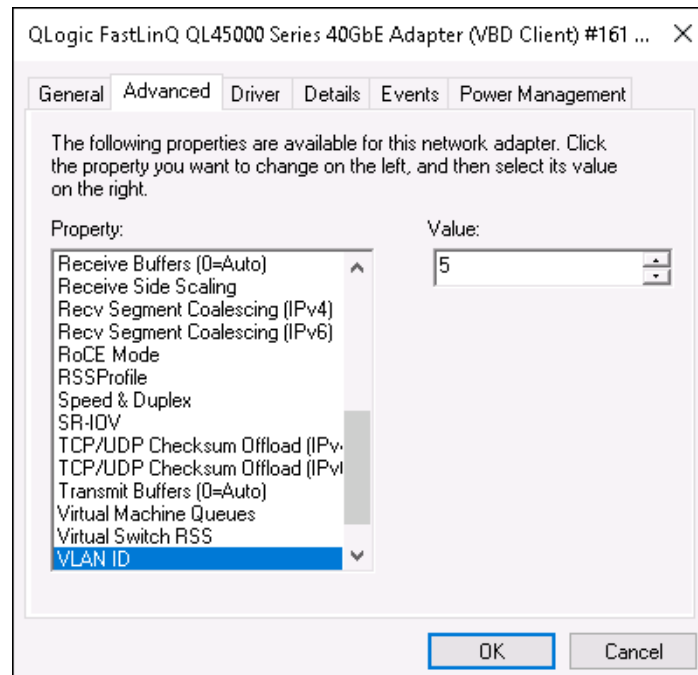

Figure 9-10. Propriétés avancées : Configuration d'ID VLAN
- b. Sur la page Propriétés avancées de l'adaptateur (Figure 9-10), sous **Property** (Propriété), sélectionnez **ID VLAN**, puis définissez la valeur.